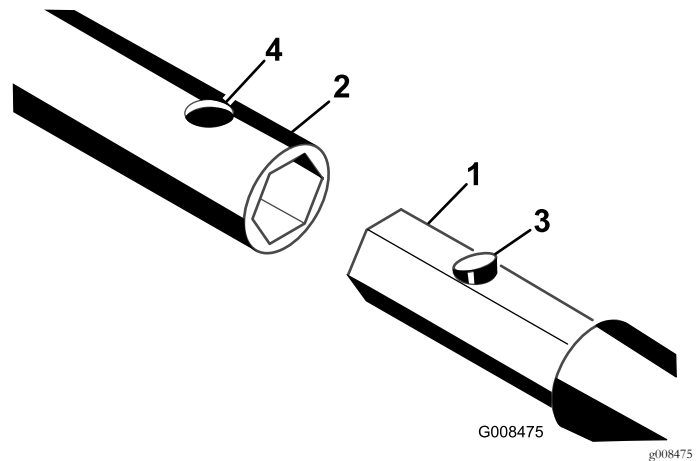

Bild 3
2. Schieben Sie den Sechskantschaft auf die Stange, den Bohrer oder das Räumwerkzeug in die Fassung. Fluchten Sie das Loch in der Fassung mit dem Druckknopfanschluss aus (Bild 3).
3. Drücken Sie den Druckknopfanschluss hinein und drücken Sie den Schaft in die Fassung, bis der Anschluss in das Loch in der Fassung einrastet (Bild 3).